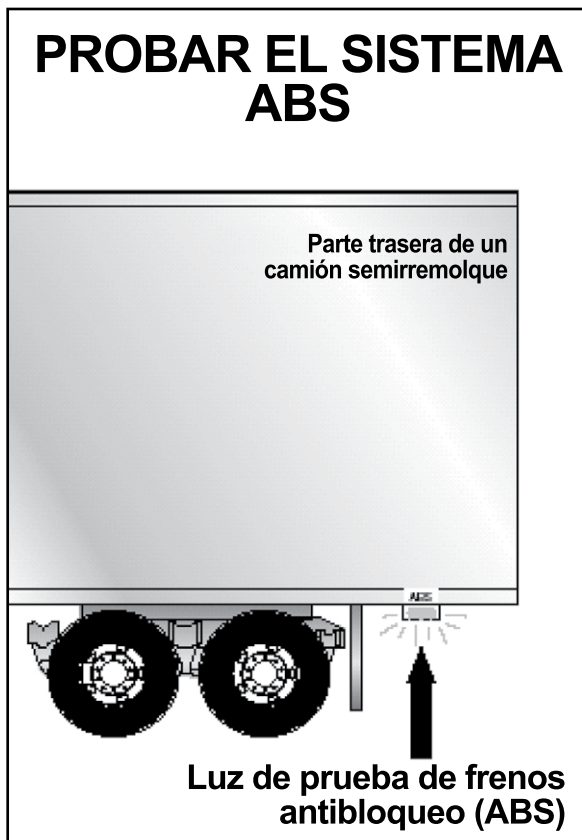

Figura 6.7
- Los remolques tendrán lámparas amarillas de frenos ABS que indican mal funcionamiento ubicadas del lado izquierdo, ya sea en la esquina delantera o trasera. Vea la Figura 6.7. Los convertidores de remolques fabricados a partir del 1º de marzo de 1998 deben tener una lámpara del lado izquierdo.